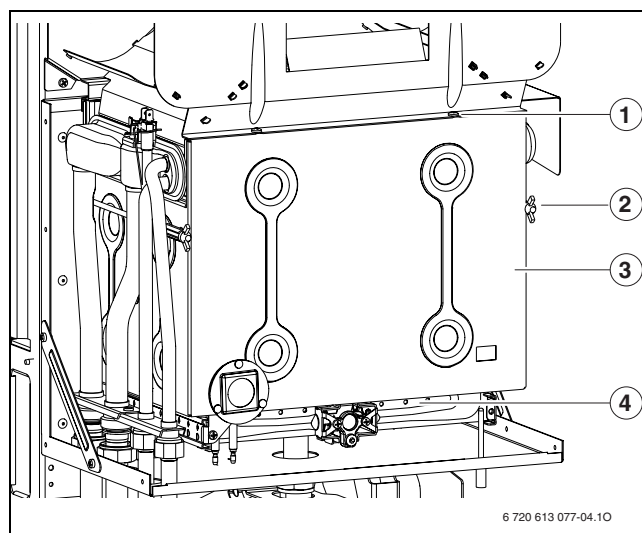

Fig. 47 Bruciatore e camera combustione
- ▶ Rimuovere la parete anteriore della camera di combustione e il bruciatore (fig. 47).